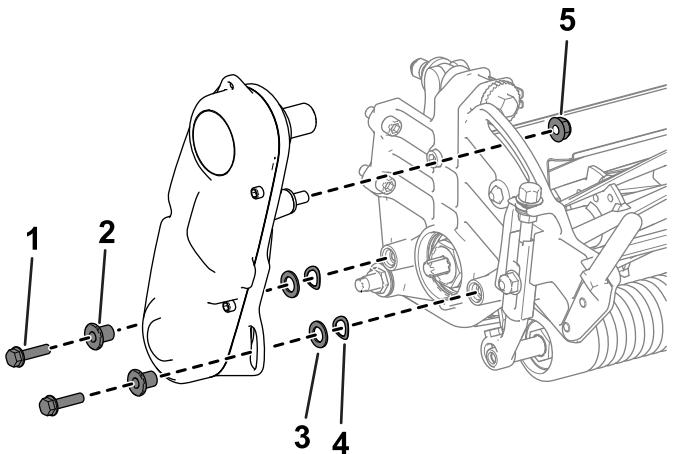

Figura 5
1. Rimuovete la bulloneria che fissa il gruppo di rotazione del cilindro alla piastra laterale (Figura 5).
2. Rimuovete il gruppo di trasmissione del cilindro, le rondelle piene, le rondelle elastiche e i distanziali dalla piastra laterale (Figura 5).